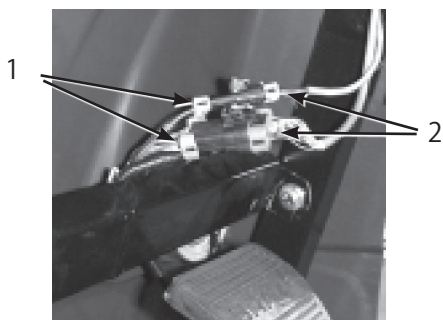

図5
6. スプレープロの電気コードのコンネクタを、ダッシュボード下にあるコンネクタに接続する (図5)